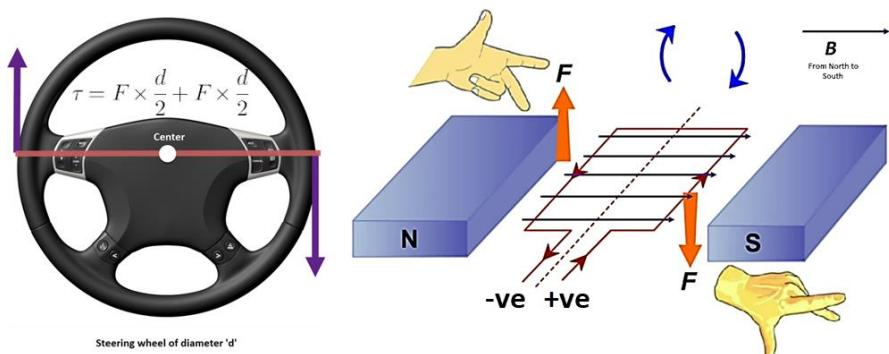

Abbildung 39: Kräftepaar in einer stromführenden Schleife in einem Magnetfeld
Wenn wir eine Gleichstromquelle an der rechteckigen Spule aus Abbildung 39 anschließen, beginnt Strom (I) zu fließen. Der Fluss dieses Gleichstroms in dieser rechteckigen Spule, die sich in einem Magnetfeld befindet, induziert auf beiden Seiten ein Kraftpaar. Da diese Kraft nun eine 180 Grad Umdrehung der Spule hervorruft, verschiebt sich bei gleicher Polarität der Klemmenspannung die Richtung des Kraftpaars. In Abbildung 39 erzeugt die +ve-Klemme eine nach unten gerichtete Kraft und die -ve-Klemme eine nach oben gerichtete Kraft. Wenn wir also diese Klemmen vertauschen und erneut die Rechte-Hand-Regel anwenden, verschiebt diese Umkehrung des Stroms die Richtung der Kraft. Aufgrund dieser Verschiebung erreicht der Motor nach Abschluss dieses 180 Grad Zyklus einen Gleichgewichtszustand (wie in $\sum \tau = 0$; denken sie daran was passiert wenn Sie das Lenkrad loslassen), und dreht sich nicht weiter.
Abbildung 41: Zeigt Abbildung 39 nach einer 180 Grad Drehung der Spule in einem Magnetfeld. Die Verschiebung der Klemmenspannung verschiebt die Richtung der Kraft.
Wir wissen bereits, dass ein Magnetfeld eine Kraft bzw. ein Drehmoment in einer stromdurchflossenen Schleife induziert. Werfen wir noch einmal einen Blick auf Abbildung 39, hier ist die Kraft auf den linken Leiter der Schleife nach oben gerichtet, weil der Nordpol des Permanentmagneten nicht mit dem Magnetfeld des stromführenden Leiters ausgerichtet ist. Da zwei gleiche Pole einander zugewandt sind, stoßen sich diese ab, was ein Drehmoment im Leiter erzeugt. Dieses Drehmoment bewegt dann den linken Leiter der Schleife in Richtung des Südpols des Permanentmagneten. In dieser Position (Abbildung 41) in der der Nordpol des Leiters dem Südpol zugewandt ist, erreicht die Schleife ein Gleichgewicht und die Bewegung stoppt ($\sum \tau = 0$). Daraus haben wir geschlossen, dass nach einer 180 Grad Umdrehung die Bewegung des Motors stoppt (Abbildung 41), da sich bei einer Stromänderung auch die Kräfte ändern.